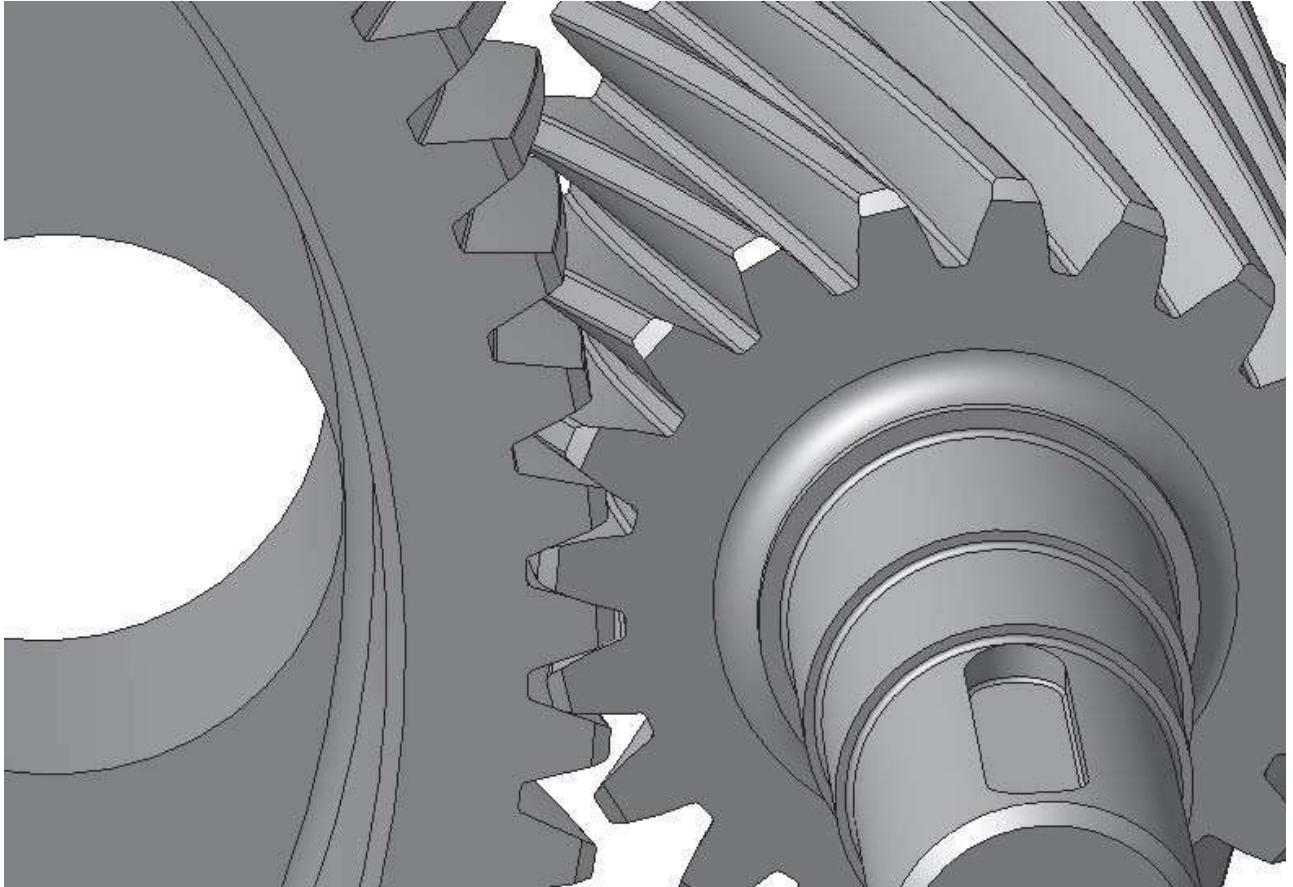

Рисунок 9.2 – Зубчате косозубе зачеплення
3. Слідом за веденим валом додамо в збірку ведучий вал-шестерню. Дійте так само, як і при вставці веденого вала і зубчатого колеса: вставте вал-шестерню в точку початку координат збірки. Оскільки при побудові моделі шестерні ми зміщували її вправо на величину міжосьової відстані, а при вирізанні першої пари зубів ескіз розміщували так, щоб він автоматично увійшов до зачеплення з аналогічним ескізом колеса, то зуби передачі відразу після вставки увійдуть до зачеплення (рис. 9.2).